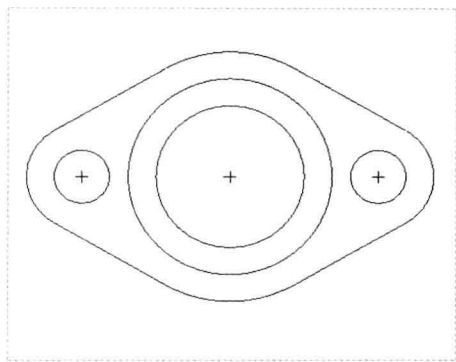

图 3-24 复制草图
Step 04 在“输入新的水平尺寸值”数值框中输入 85.5，在“输入新的竖直尺寸值”数值框中输入 0，单击“完成”按钮 ，即可复制草图，如图 3-24 所示。